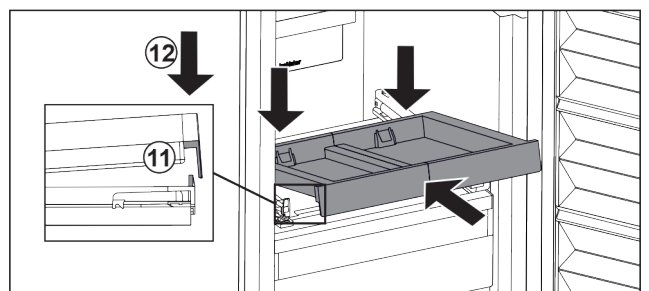

Fig. 143
- ▶ Schräg einschieben. Darauf achten, dass auf beiden Seiten der Anschlag hinter der Lasche ist. Fig. 143 (11)
- ▶ Auszugsbord vorne absetzen. Fig. 143 (12)